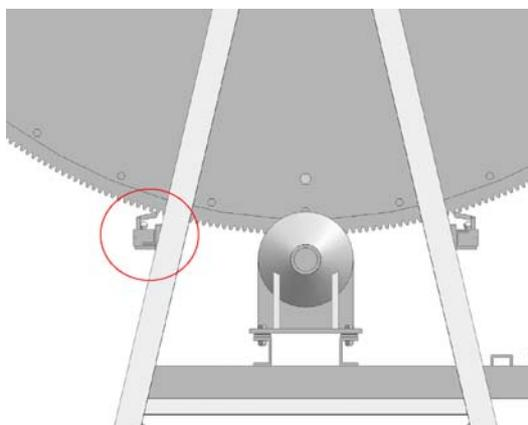

Fig.16 Indicazione Switch da smontare
21. Smontare il supporto dello switch Sud (Fig.16).